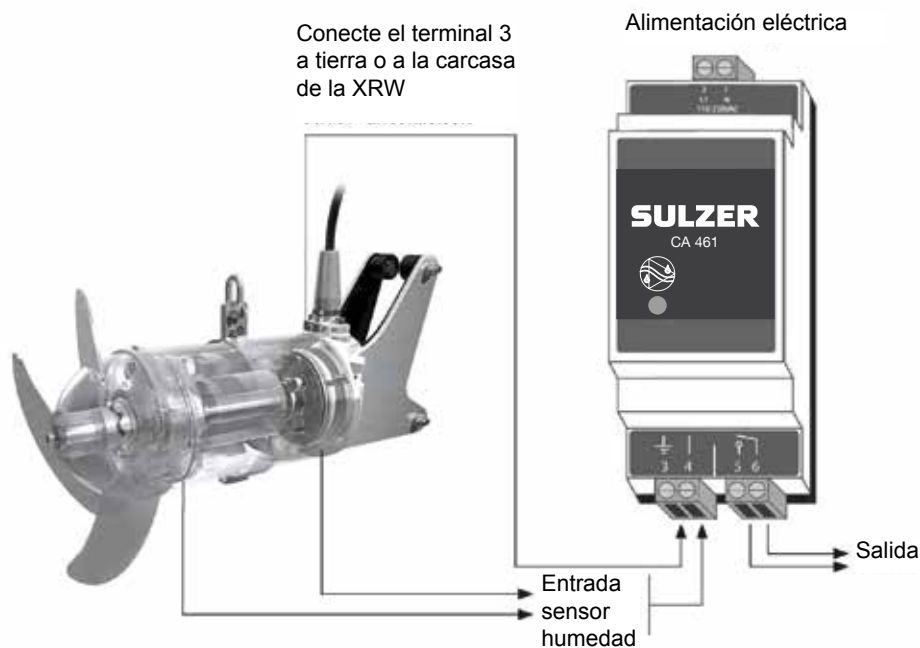

Fig 26: Amplificador con relé para señalización de fallo común
De serie, el XRW 210 y 300 están equipados con sensor de fugas (DI) en las cámaras de inspección, del motor, y del cámara de conexiones (en la versión Ex de 50 Hz, solo en el motor y del cámara de conexiones). El sensor de fugas (DI) realiza la función de vigilancia de la junta y avisa de la entrada de agua en la cámara de conexiones mediante una señal efectuada por un dispositivo electrónico especial. Con el fin de integrar este sistema al cuadro eléctrico del equipo es preciso colocar un módulo sensor de fugas (DI) de Sulzer y conectarlo según el siguiente esquema (ver Fig.26).
**ATENCIÓN** *Si se activa el sensor de fugas (DI), la unidad deberá ponerse fuera de servicio inmediatamente. Póngase en contacto con su centro de servicio Sulzer.*